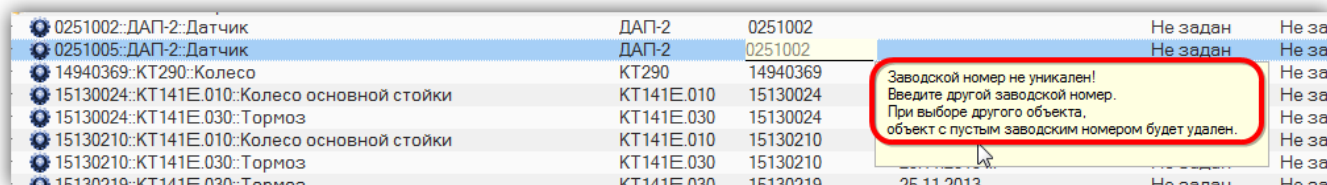

Рис. 13-9 – Проверка уникальности серийного номера
7) Ввести заводской номер экземпляра. Его значение должно быть уникальным в пределах выбранного типа изделия. При попытке ввести заводской номер, который присвоен другому экземпляру, выводится предупреждающее сообщение (рис. 13-9).